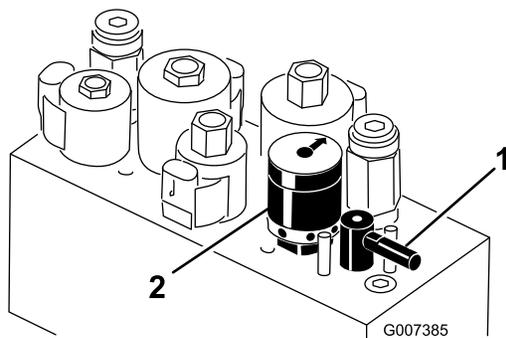

Figura 57
5. Gire la palanca de Autoafilado a la posición "R" (Figura 57).
6. Gire el control de velocidad del molinete a la posición 1 (Figura 57).